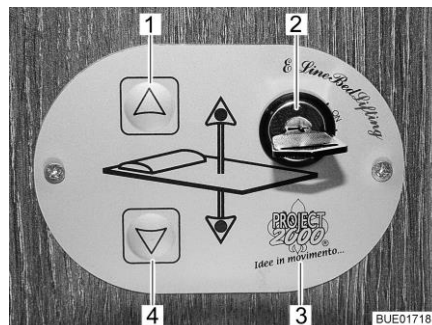

Bild 105 Bedienteil
Mit den Tasten (Bild 105,1 und 4) auf dem Bedienteil (Bild 105,3) wird das Hubbett abgesenkt oder angehoben. Mit dem Schlüsselschalter (Bild 105,2) wird das Bedienteil gegen unbefugte Benutzung gesichert.
- Schlüssel im Schlüsselschalter (Bild 105,2) um 90° im Uhrzeigersinn auf Stellung "On" drehen. Das Bedienteil (Bild 105,3) ist aktiviert.
- Pfeiltaste (Bild 105,4) drücken und so lange gedrückt halten, bis das Hubbett in die gewünschte Position nach unten gefahren ist.
- Pfeiltaste (Bild 105,1) drücken und so lange gedrückt halten, bis das Hubbett in die Endstellung nach oben gefahren ist.